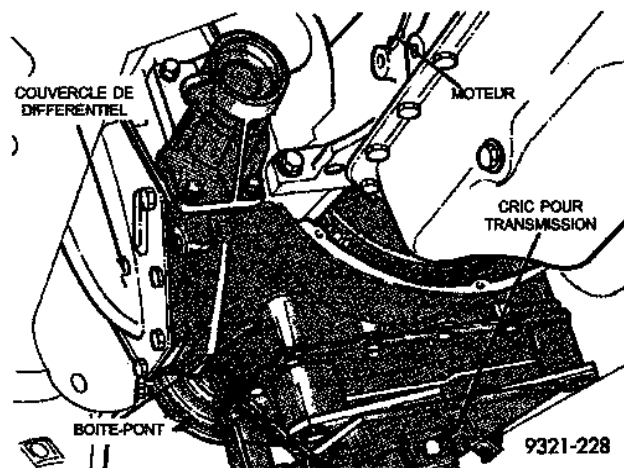

Fig. 7 Cric pour transmission
(11) Déposer le couvercle pare-poussière du convertisseur de couple. Marquer le convertisseur de couple et le plateau d'entraînement à la craie en vue du remontage. Faire tourner le moteur dans le sens des aiguilles d'une montre et déposer les boulons de montage du convertisseur de couple.
(12) Déposer de la traverse avant l'élément de support moteur.
(13) Déposer le boulon traversant de silentbloc de support avant et les boulons de carter.
(14) Placer un cric pour transmission (Fig. 7).